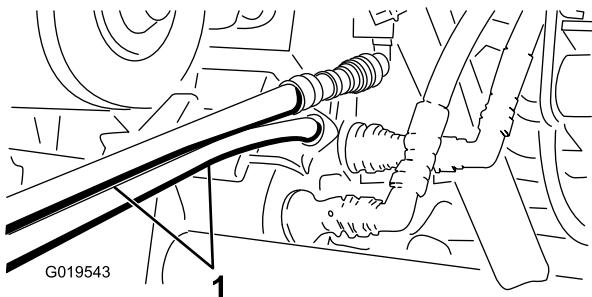

Figura 77
5. Na outra máquina, ligue as 2 mangueiras ao acoplador que ainda se encontra no suporte de acoplamento (ligue a mangueira superior ao acoplador superior e a mangueira inferior ao acoplador inferior) (Figura 77).